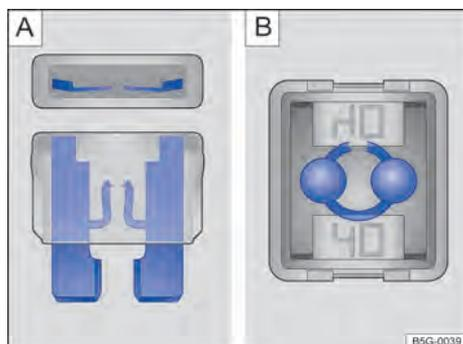

Fig. 219 Fusible fundido: **A**) Fusible enchufable plano. **B**) Fusible tipo bloque.
- Se puede saber si un *fusible enchufable plano* (ATO[®], MINI[®]) está fundido por la tira de metal quemada visible desde arriba y desde los laterales a través de la carcasa transparente → fig. 219 [A].
- Se puede saber si un *fusible tipo bloque* (JCA-SE[®]) está fundido por la tira de metal quemada visible desde arriba a través de la carcasa transparente → fig. 219 [B].